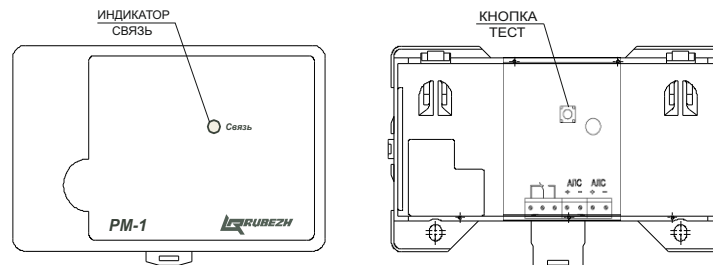

Рисунок 1
5.2 Конструктивно релейный модуль выполнен в виде блока, состоящего из пластмассового корпуса (основание и крышка), внутри которого размещена плата с радиоэлементами (Рисунок 1).
7.5 Для конфигурирования релейного модуля, подключенного к АЛС, начальный адрес которого неизвестен, необходимо зайти в меню прибора, выбрать пункт **Настройка (Конфигурация) => Сервис => Адресация устройств** и нажать кнопку **Тест** на релейном модуле (Рисунок 1). На экране прибора откроется меню параметров релейного модуля: